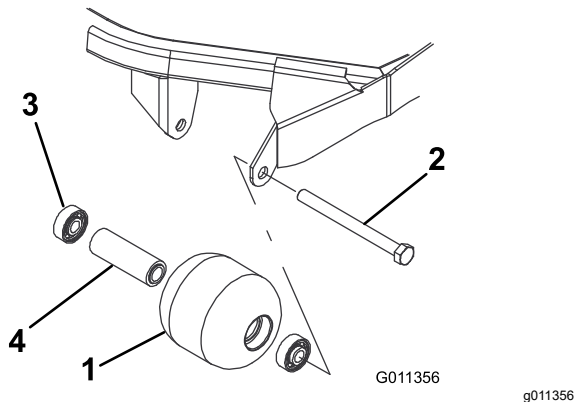

Bild 87
1. Entfernen Sie die Rollenbefestigungsschraube (Bild 87).
1. Drücken Sie das erste Lager in das Rollengehäuse (Bild 87). Drücken Sie dabei nur auf den äußeren Ring oder gleichmäßig auf die inneren und äußeren Ringe.
2. Setzen Sie ein Distanzstück ein (Bild 87).
3. Drücken Sie das zweite Lager in das Rollengehäuse (Bild 87). Drücken Sie gleichmäßig auf den inneren und äußeren Ring, bis der innere Ring das Distanzstück berührt.
4. Prüfen Sie das Rollengehäuse, die Lager und das Distanzstück auf Beschädigungen (Bild 87). Tauschen Sie alle beschädigten Teile aus und bauen Sie alles wieder zusammen.